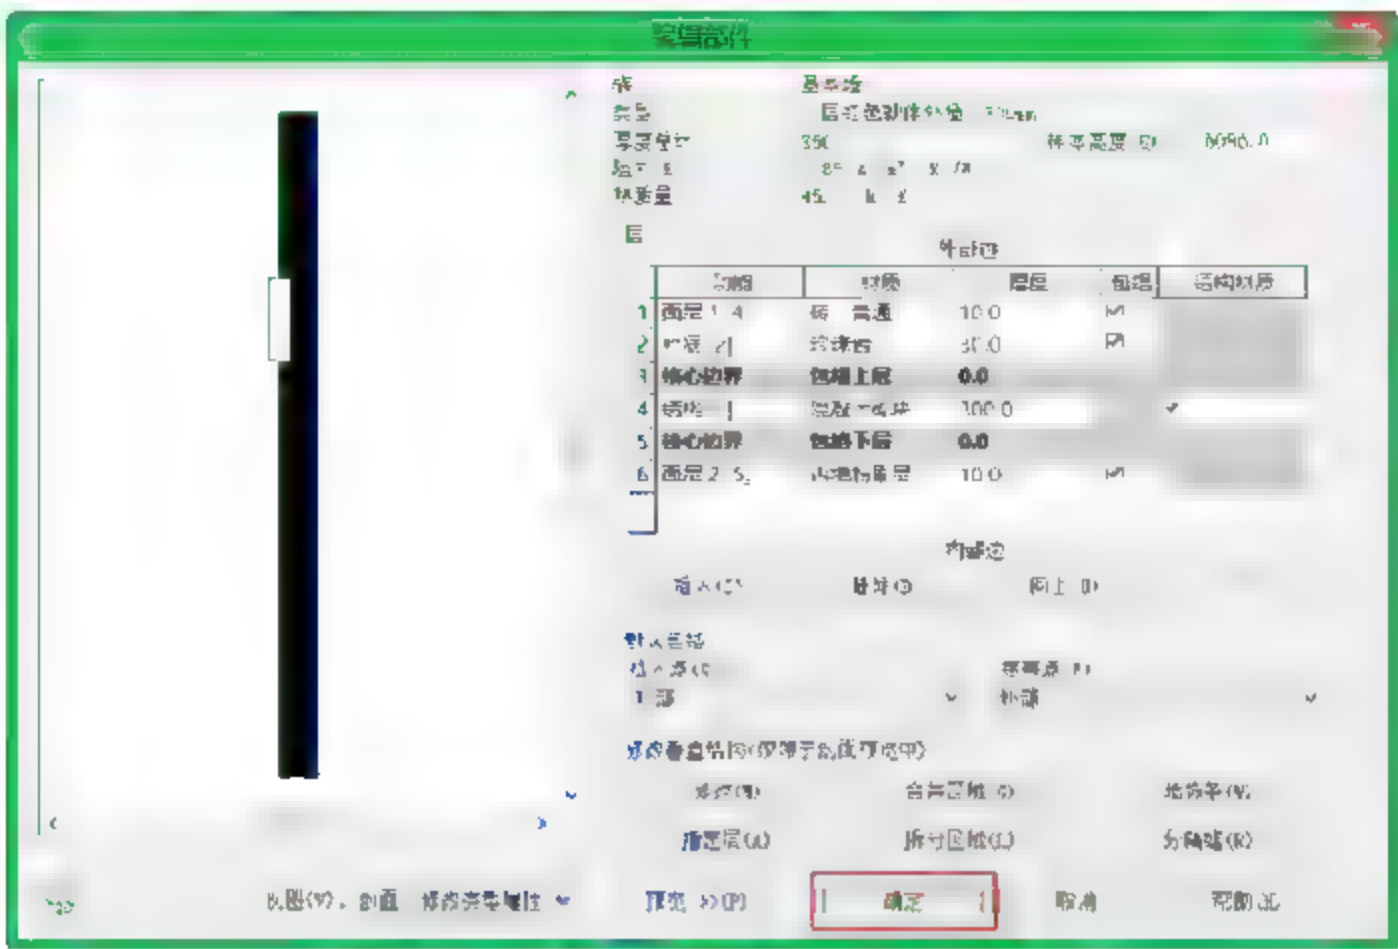

图 10.1.41 完成“半开洞墙”族类型的设定
- (10) 完成“半开洞墙”族类型的设定。如图 10.1.41 所示，单击“确定”按钮，完成“半开洞墙”族类型的设定。
- (11) “一层叠层墙-300mm 不开洞”族类型的设定。选择“建筑”→“墙”→“墙：建筑”命令，也可以直接按快捷键 W+A。选择前面建好的“一层叠层墙-300mm”族。在